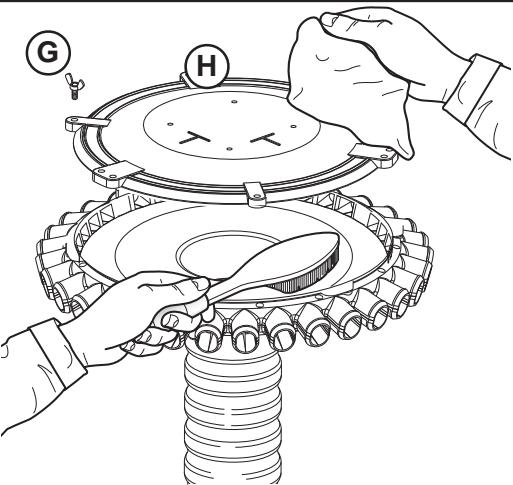
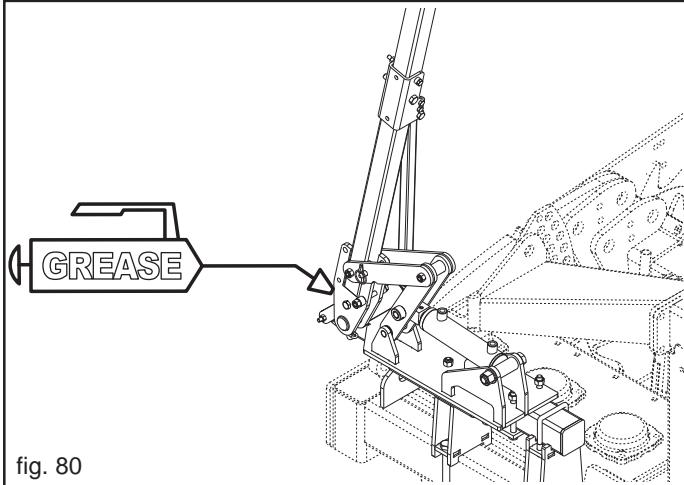
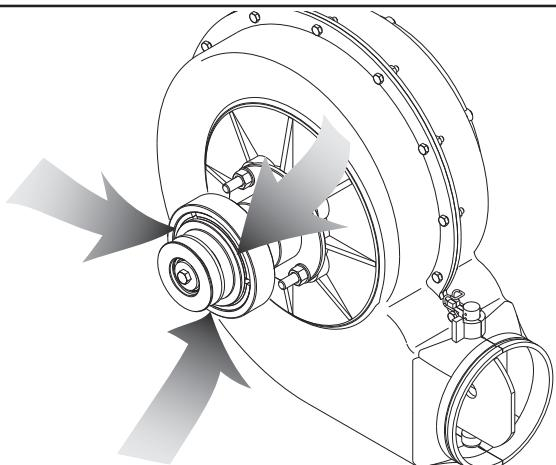

fig. 79
fig. 80
fig. 81
| CADA 50 HORAS DE TRABAJO | <ul style="list-style-type: none"> - Efectuar una limpieza cuidadosa y completa del cuerpo del dosificador (véase cap. 3.4). - Limpie completa y cuidadosamente el cabezal de distribución (Fig. 79): <ul style="list-style-type: none"> • Afloje y extraiga las tuercas de mariposa (G); • Quite la tapa del distribuidor (H); • Limpie con un cepillo las partes de metal y con un paño, las de plástico; • Vuelva a montar la tapa y fíjela con las tuercas de mariposa. - Engrasar el perno del brazo marcador de hileras (Fig. 80). - Limpie con un chorro de aire el embrague del soplador (Fig. 81). |